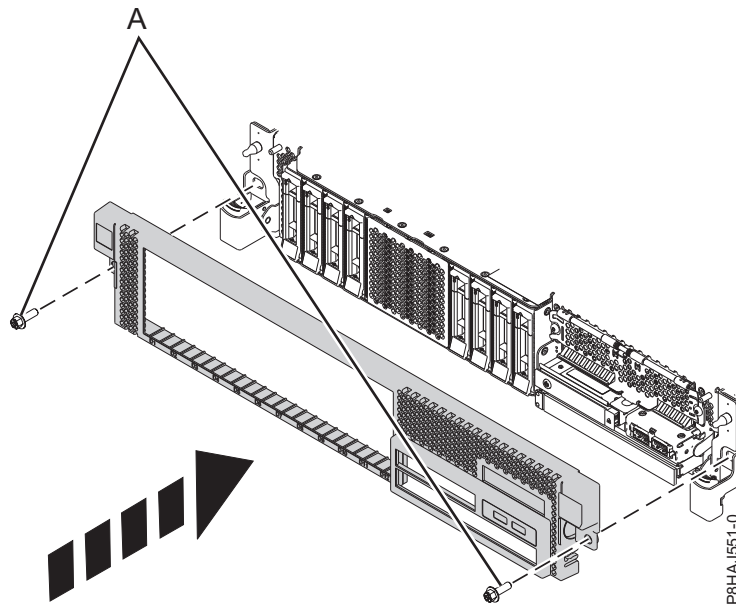

Figura 12. Instalación de la cubierta frontal
3. Cierre los pestillos de liberación empujando en la dirección que se muestra en Figura 12 en la página 31. La cubierta se insertará en su posición y dispone de una hendidura que le permite sujetarla más fácilmente.
4. Sustituya los tornillos de envío (A).